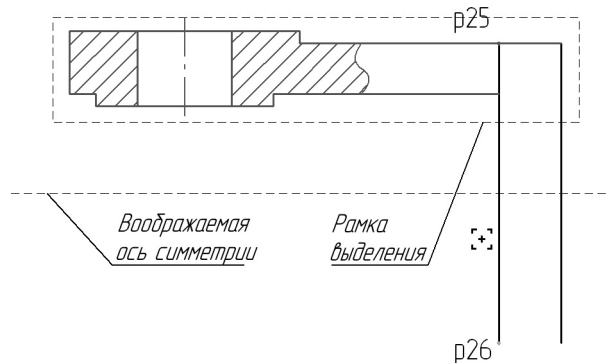

Рис. 51.67.
2. Выделите рамкой все геометрические объекты, относящиеся к верхней половине детали (рис. 51.67).
На проекции ось симметрии в явном виде отсутствует. Можно начертить ее, используя вспомогательные построения. Например, провести вспомогательную горизонтальную прямую через середину отрезка p25–p26 (рис. 51.67). Однако в этом нет необходимости. Ось симметрии в явном виде может отсутствовать на чертеже. Чтобы задать ось, относительно которой будет построен симметричный объект, достаточно указать две точки на воображаемой прямой. Эту операцию можно выполнить, используя клавиатурные привязки.
5. Поместите курсор мышью рядом с отрезком p25–p26, как это показано на рис. 51.67, отпустите мышь и нажмите клавиши **<Shift>+<5>**.